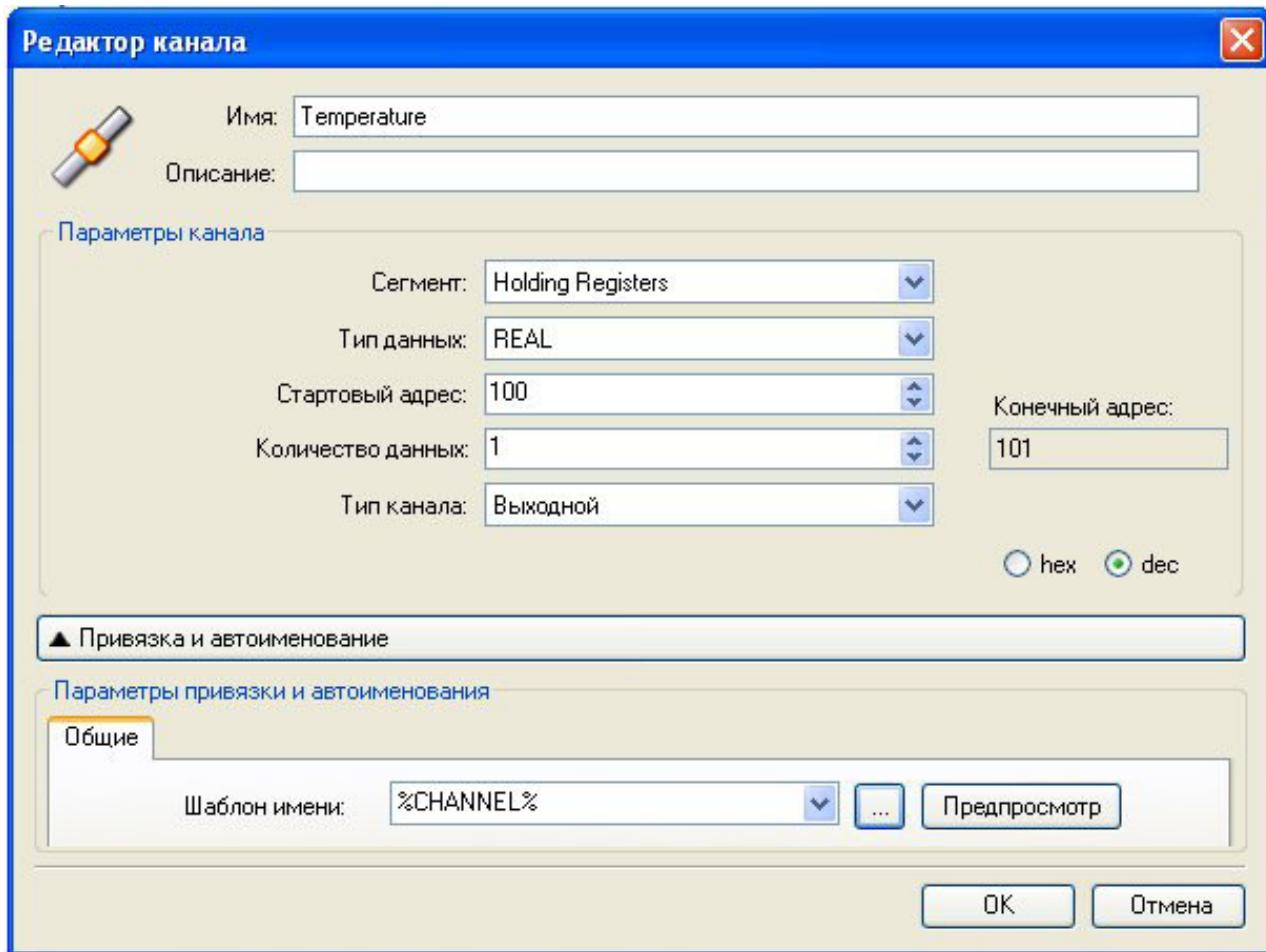

Рисунок 3.41 – Модуль **Server**. Создание канала
- 4 В окне "Редактор канала" (рисунок 3.41) в поле **Имя**: задать имя канала, в поле **Описание**: текстовое описание канала.